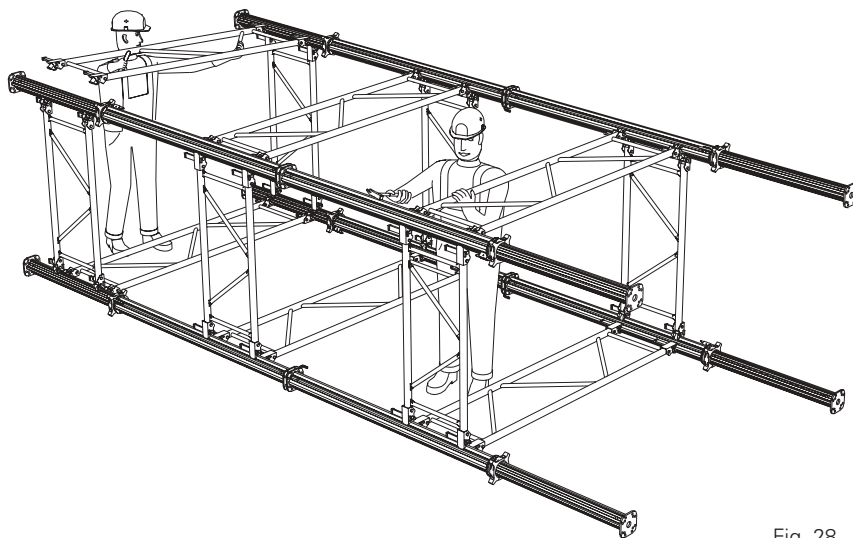

Fig. 28
6. Afstiv med rammerne på den fjerde side. Fig. 28